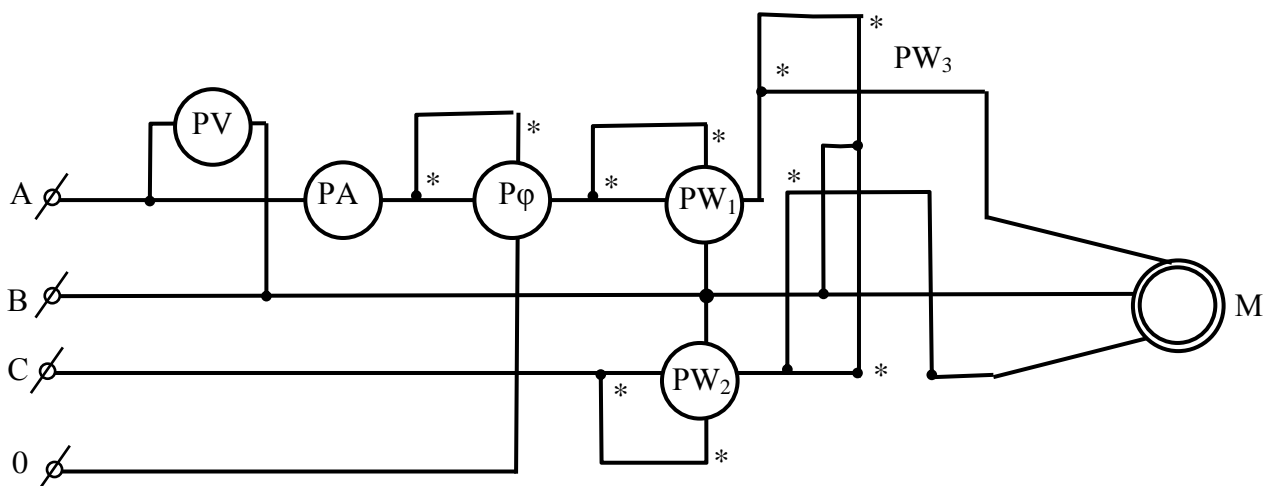

Рисунок 1 – Схема измерений активной мощности в трехфазной цепи
2. Собрать схему установки (рисунок 1)